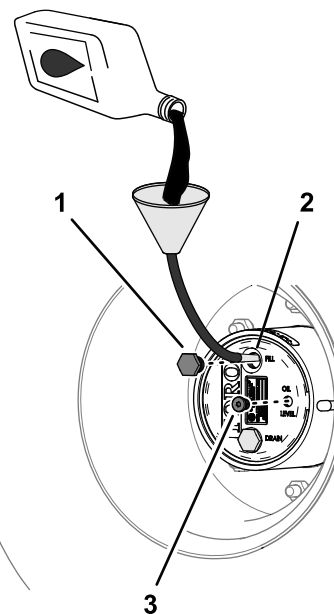

Figura 85
4. Se il livello del lubrificante è basso, rimuovete il tappo di riempimento e aggiungete il lubrificante specificato fino a quando non inizia a fuoriuscire dal foro del tappo di controllo (Figura 85); fate
6. Montate il tappo di riempimento e il tappo di controllo (Figura 85).
1. Attraverso il foro del tappo di riempimento, aggiungete lentamente il lubrificante per ingranaggi specificato; fate riferimento alla Figura 85 in Controllo del lubrificante per riduttori planetari \(pagina 68\).
3. Montate il tappo di riempimento e il tappo di controllo; fate riferimento alla Figura 85 in Controllo del lubrificante per riduttori planetari \(pagina 68\).